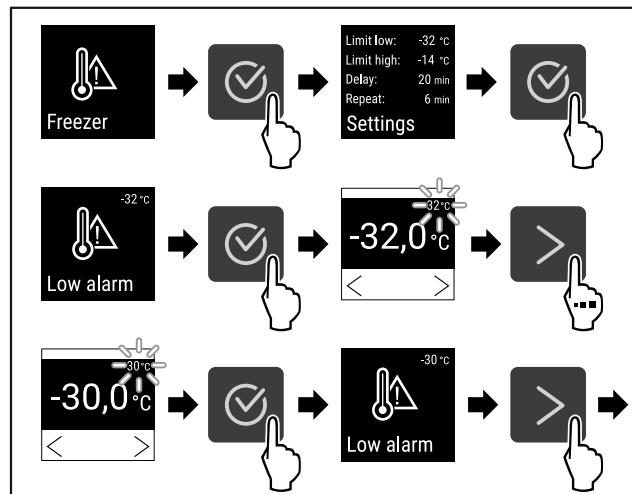

Fig. 98
- Провести етапи операцій (див. Fig. 98) .